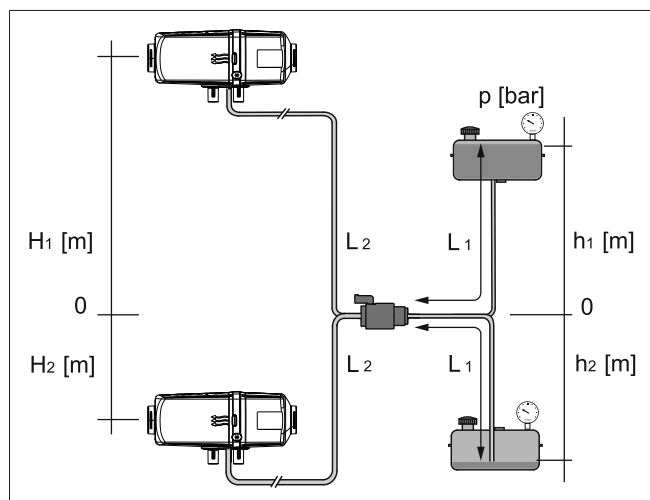

Abb. 9 Zulässiger Druck an der Kraftstoffentnahmestelle
- ✓ Der Druck an der Kraftstoffentnahmestelle ist im zulässigen Bereich (siehe Abb. 9 und Tabellen).